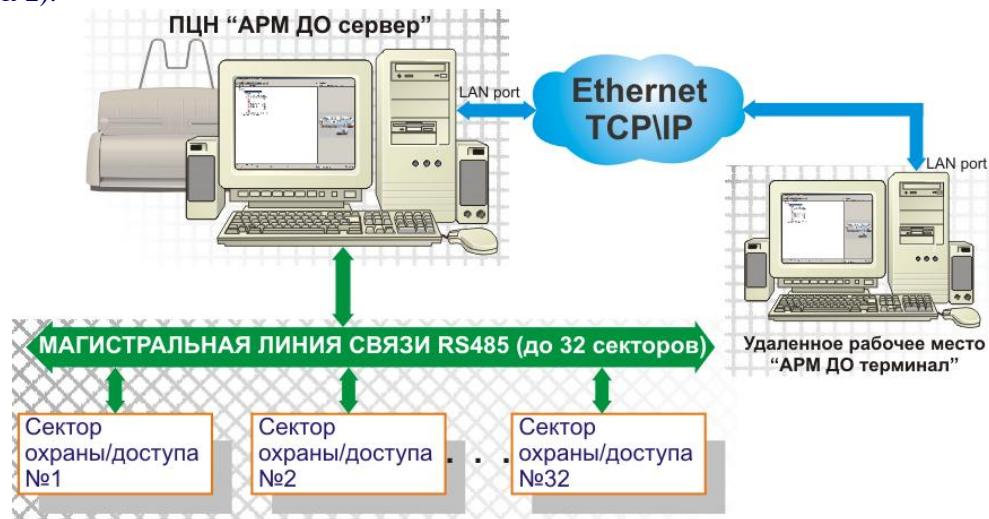

Рисунок 1.
1.1. В «ИСО 777» имеется возможность организации удаленного рабочего места мониторинга и управления системой – «АРМ ДО терминал» (далее ТЕРМИНАЛ). ТЕРМИНАЛ функционирует параллельно ПЦН «АРМ-ДО сервер» (далее СЕРВЕР). Связь терминала с сервером осуществляется посредством Ethernet сети по протоколу TCP\IP (Рисунок 1).